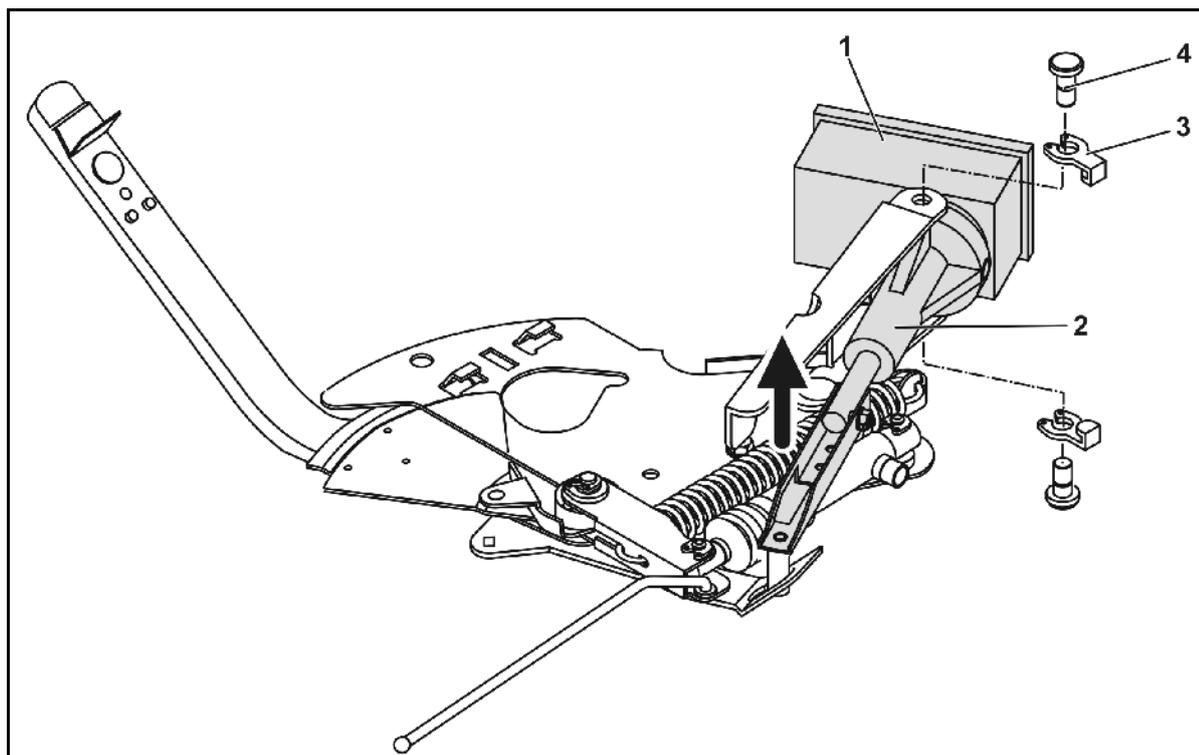

Fig. 82
1. Fjern begge de to låsekripsene (Fig. 82/3) med spesialtang.
2. Trekk ut de to svingboltene (Fig. 82/4).
3. Ta servomotoren (Fig. 82/1) ut av motorkonsollen.
4. Løft servomotoren, og frigjør støtstangen (Fig. 82/2) fra innstikksfestet til doseringsspjeldet.
Sikre den frakoblede støtstangen (Fig. 82/2) med egnede hjelpemidler, slik at den ikke svinger inn i hydraulikksylindrenes arbeidsområde.